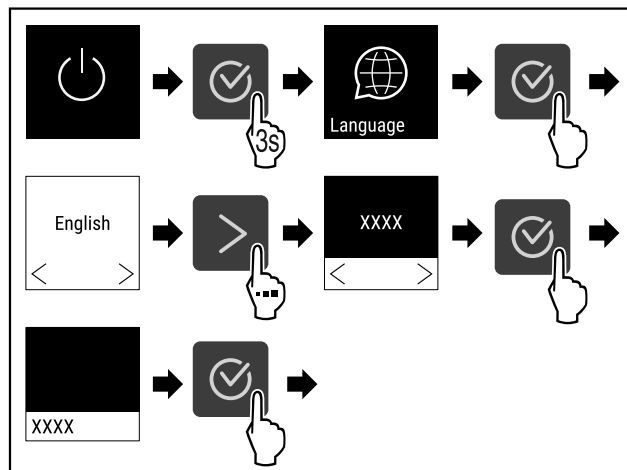

Fig. 4
- Изпълнете стъпките (виж Fig. 4).